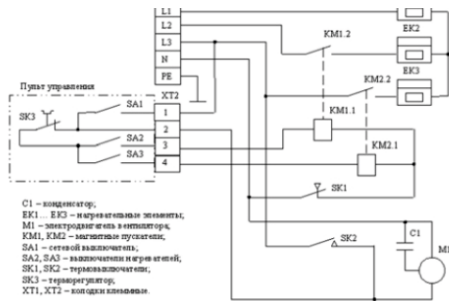

Рис. 2 Схема электрическая ТЗТ-610, ТЗТ-910
5.4 Электрическая схема завесы представлена на рис.2 Приложения.